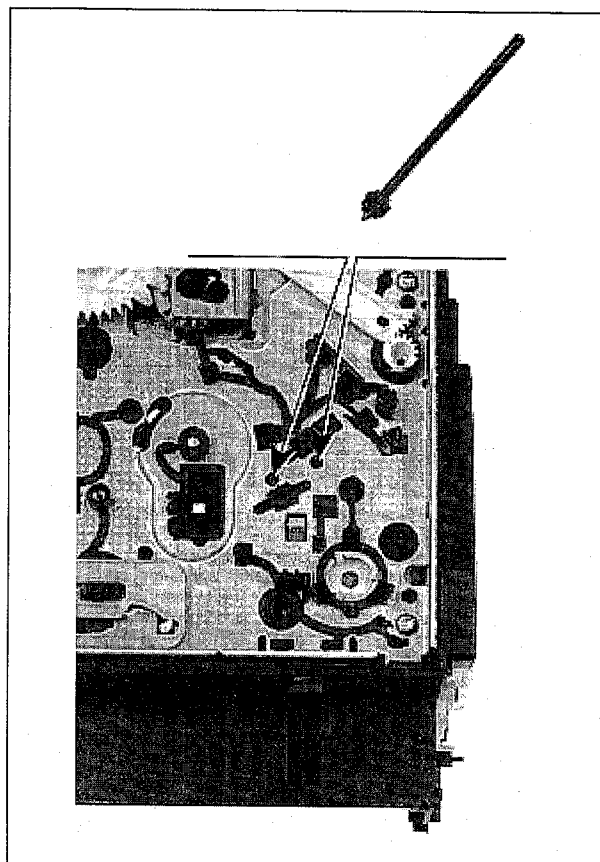

Abb. M10
- Mittels Einstellwerkzeug (von der Unterseite des Laufwerks das Bremsband so einstellen, daß die Nase des Bandzugfühlers deckungsgleich mit der linken inneren Führungskante von Führung links ist. (Siehe Abb. M10/M11)
- Mit dem Einstellwerkzeug (von der Unterseite des Laufwerks) die Feder (Pos.11) auf einen Bandzug von  $0.24N \pm 0.02N$  ( $24g \pm 2g$ ) einstellen. (siehe Abb. M10/11).